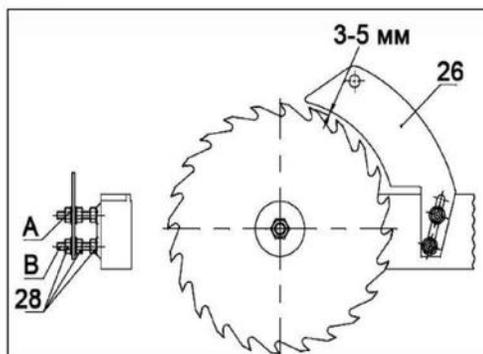

Рис. 9
1. Снять гайки и шайбы (28) (См. Рис. 9).
2. Ввести расклинивающий нож сверху вниз в паз циркулярного стола. Установить нож на шпильки (А, В) до упора, и зафиксировать положение шайбами и гайками (28) (См. Рис. 9).
3. Расклинивающий нож должен быть на одной линии с Циркулярным диском. Положение расклинивающего ножа регулируется положением шпилек (А, В) (См. Рис. 9).
4. Установите расклинивающий нож так, чтобы промежуток между циркулярным диском и расклинивающим ножом был не менее 3 мм и не более 5 мм (См. Рис.9). Перемещайте